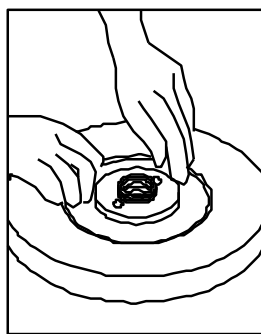

Рис. 6.11.3
(2) Установите прижимную пластину шлифовального круга и зажмите гайку ступицы, как показано на рис. 6.11.3.